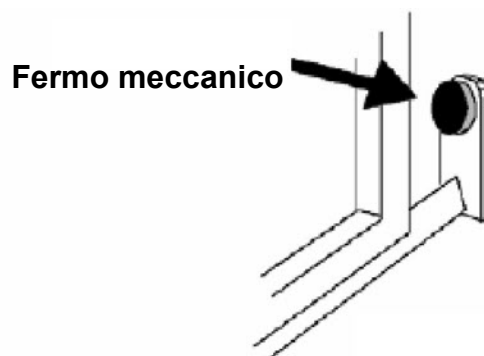
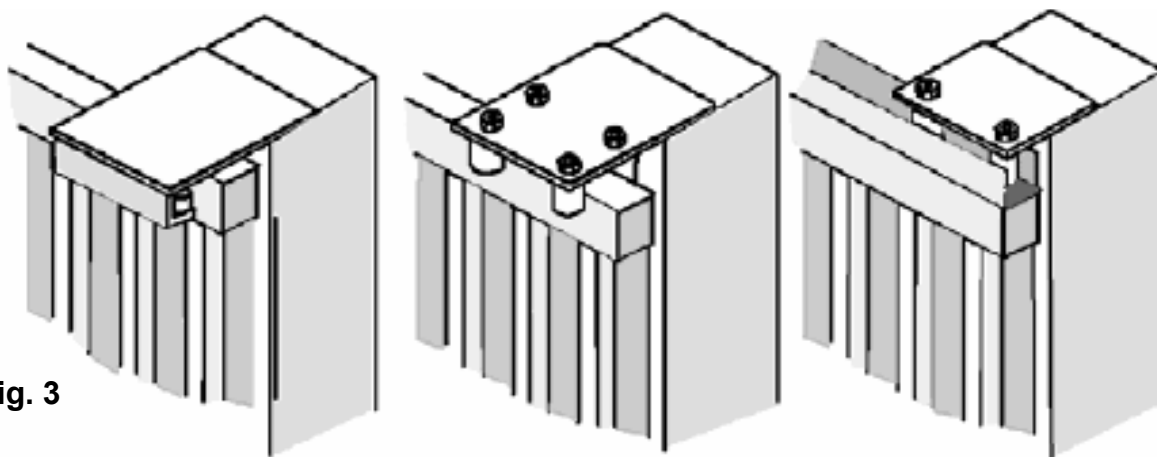

Fig. 2
Fig. 3
- Prima di procedere al montaggio dell'automatismo, si verifichi che il cancello sia perfettamente funzionante. Inoltre, è opportuno verificare che la guida di scorrimento a terra (**V. Fig. 1**) non presenti malformazioni, che sia perfettamente a livello e che sia presente il fermo meccanico in apertura (**V. Fig. 2**) al fine di evitare che il cancello esca fuori dalle guide superiori (**V. Fig. 3**)
- Verificare la guida di scorrimento superiore (**V. Fig. 3**) che sia ben salda e il cancello vi scorra liberamente.
Posizionare il motoriduttore e fissarlo con le viti e rondelle in dotazione 1-2-3-4 (Fig.2).
Fissare la cremagliera sul cancello in modo saldo prevedendo una distanza da 2 a 3 mm dal pignone del motore (Fig.3).